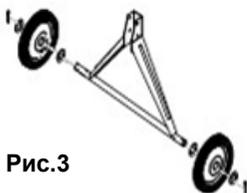

**Рис.2**
### **1. Сборка нижнего полубака с опорной дугой (рис.2).**
- 1.2. Закрутите болт М14Х30 (А; рис.2) для фиксации нижнего полубака (10; рис.1).